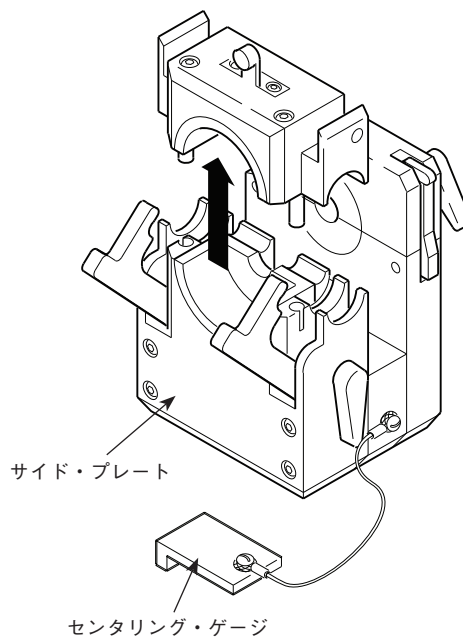

図 23：サイド・プレートの上部を取り外す
3. フィクチャー・ブロックを上向きに戻し、CWS-5FSP2 サイド・プレートの上部を取り外します。図 23 をご参照ください。